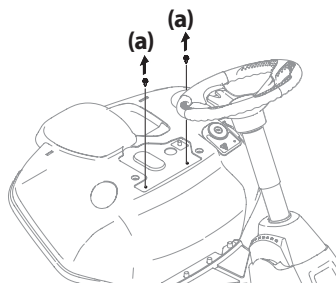

Figura 5
2. Extraiga los dos pernos autorroscantes (a) instalados en fábrica en el montable. Consulte la Figura 5.